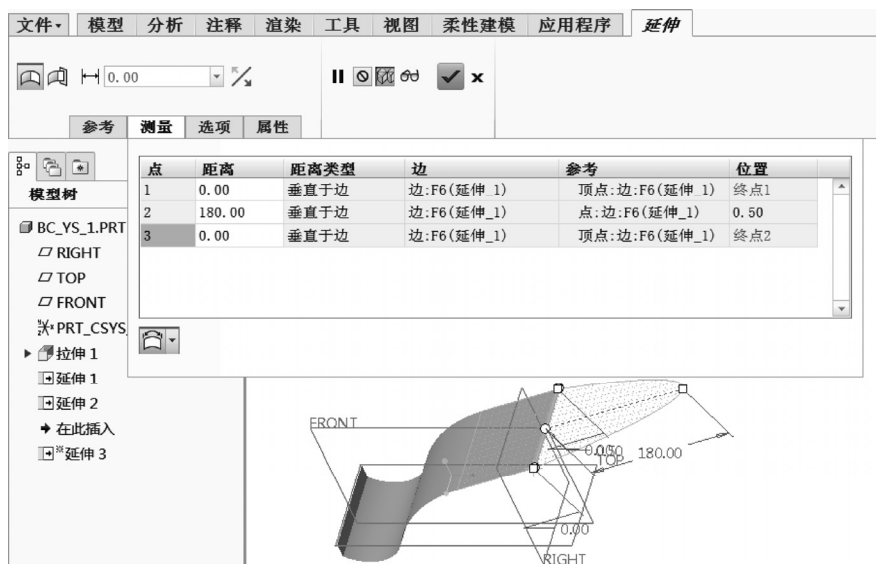

图 5-128 创建多点延伸
6) 通过在指定测量点的“位置”单元格中输入一个值以指定该测量点的精确位置。位置值为“0”或“1”表示“终点 1”或“终点 2”。接着分别设置测量点的“距离”和“距离类型”, 如图 5-128 所示。